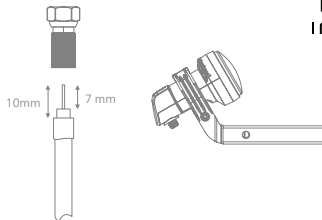

Fig. 4
2. Usunąć izolację z kabla i nakręcić wtyk typu F* na koniec kabla (Rys.4).